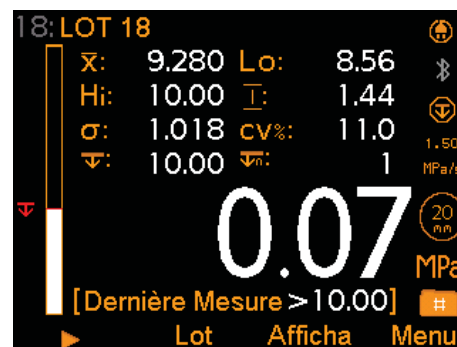

Fig. 2: Statistiques sélectionnées
- **Statistiques sélectionnées (Fig. 2)** : il est possible d'afficher un maximum de 8 paramètres statistiques choisis par l'utilisateur dans Afficha/Statistiques/Sélectionner Stats. Les paramètres disponibles sont :